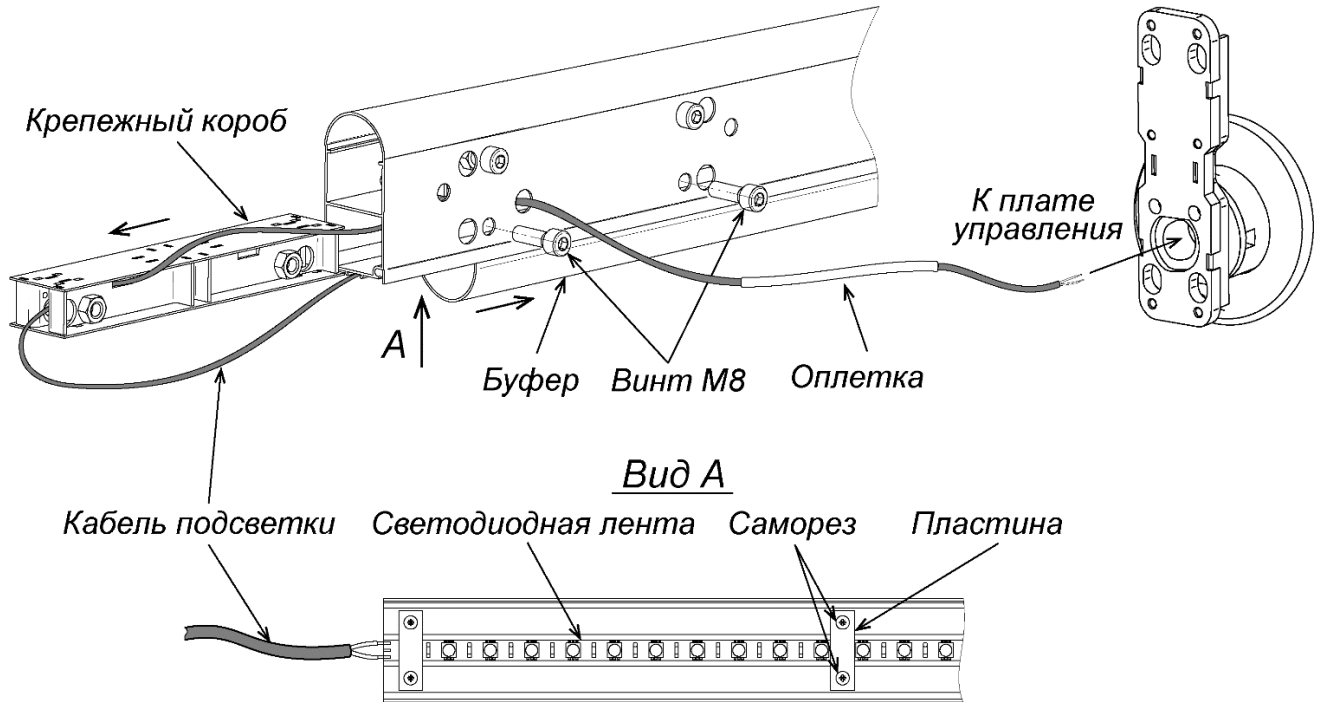
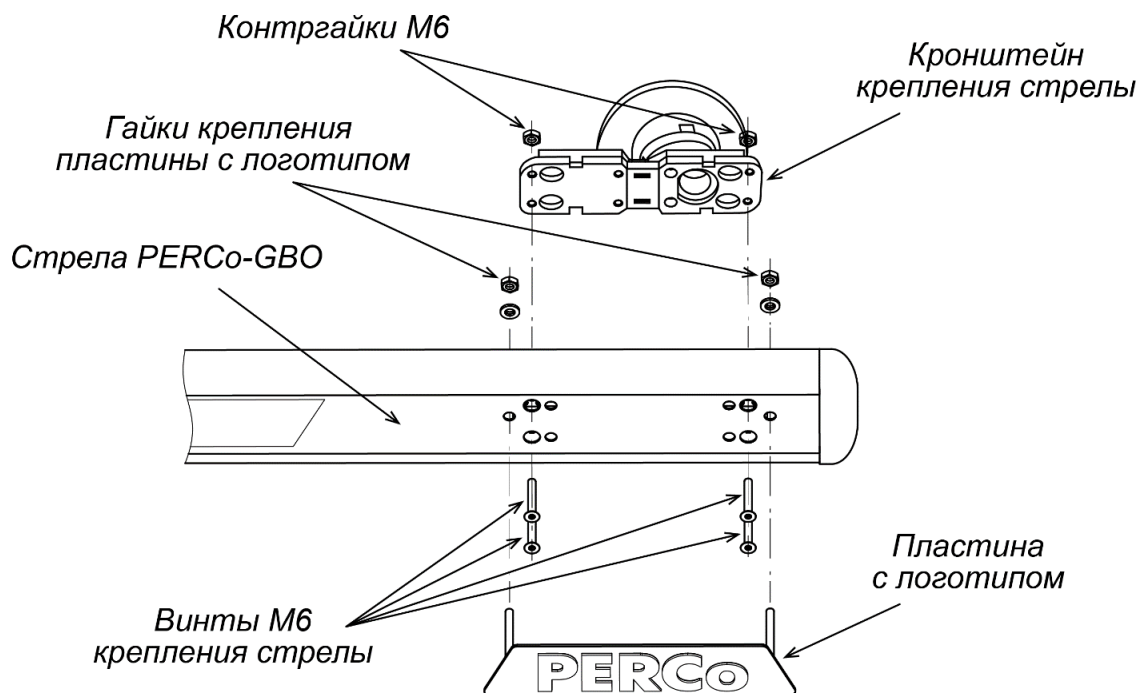

Рисунок 14. Монтаж подсветки стрелы PERCo-GBO
Рисунок 15. Монтаж стрелы PERCo-GBO
Для предохранения механизма шлагбаума от сильного горизонтального воздействия на стрелу (наезда) в ее конструкции предусмотрены саморазрушающиеся пластиковые элементы. Это могут быть либо пластиковые предохранители, установленные на крепежном коробе стрелы GBO или переходной пластине стрелы GBR (см. рис. 14 и 15), либо в качестве предохранителей могут использоваться пластиковые винты М6 вместо металлических для крепления стрелы. Для замены поврежденных при наезде элементов в комплекте стрелы имеется их запас.
4. Проденьте провода светодиодной ленты 12V внутрь крепежного короба и через стрелу, как показано на рис. 14. вставьте короб обратно внутрь стрелы. Аккуратно, не повредив их, вытяните провода подсветки из отверстия в стреле и проверьте их укладку в стреле.
Для предохранения механизма шлагбаума от сильного горизонтального воздействия на стрелу (наезда) в ее конструкции предусмотрены саморазрушающиеся пластиковые элементы. Это могут быть либо пластиковые предохранители, установленные на крепежном коробе, либо в качестве предохранителей могут использоваться пластиковые винты М6 вместо металлических для крепления стрелы (см. рис. 15). Для замены поврежденных при наезде элементов (запасные идут в комплекте стрелы) необходимо будет вынуть крепежный короб из стрелы (см. рис. 14).
При помощи четырех потайных винтов М6 установите стрелу на кронштейн крепления стрелы шлагбаума (**используйте динамометрический ключ, момент затяжки – не более 1 Нм**), после чего вставьте декоративную пластину с логотипом в отверстия стрелы и зафиксируйте ее гайками (см. рис. 15).